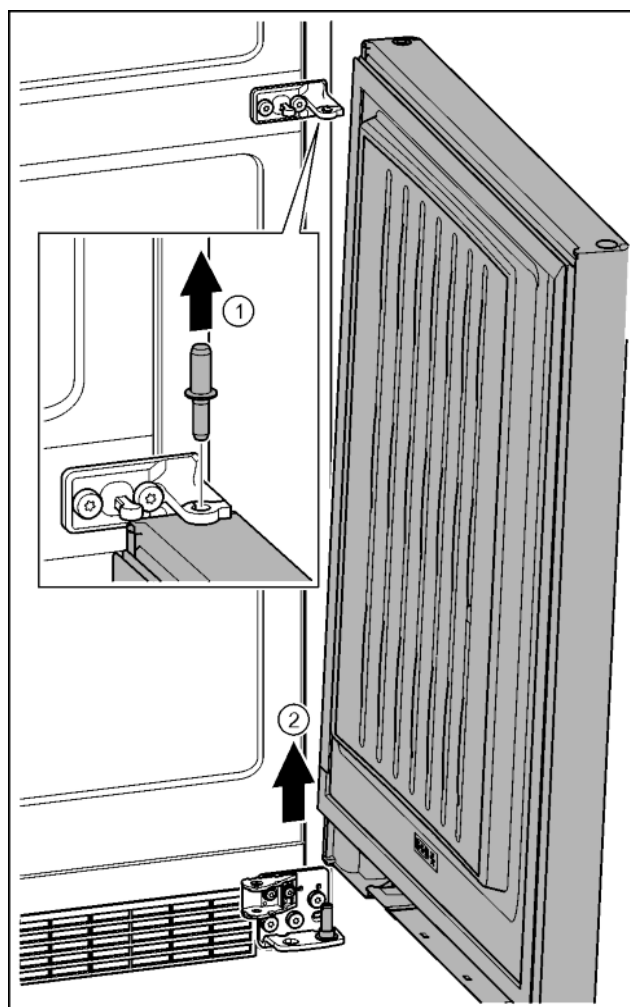

Fig. 22
- ▶ Sworzeń wyjąć w górę. *Fig. 22 (1)*
- ▶ Drzwi wyjąć pociągając w górę, a następnie odstawić z boku. *Fig. 22 (2)*